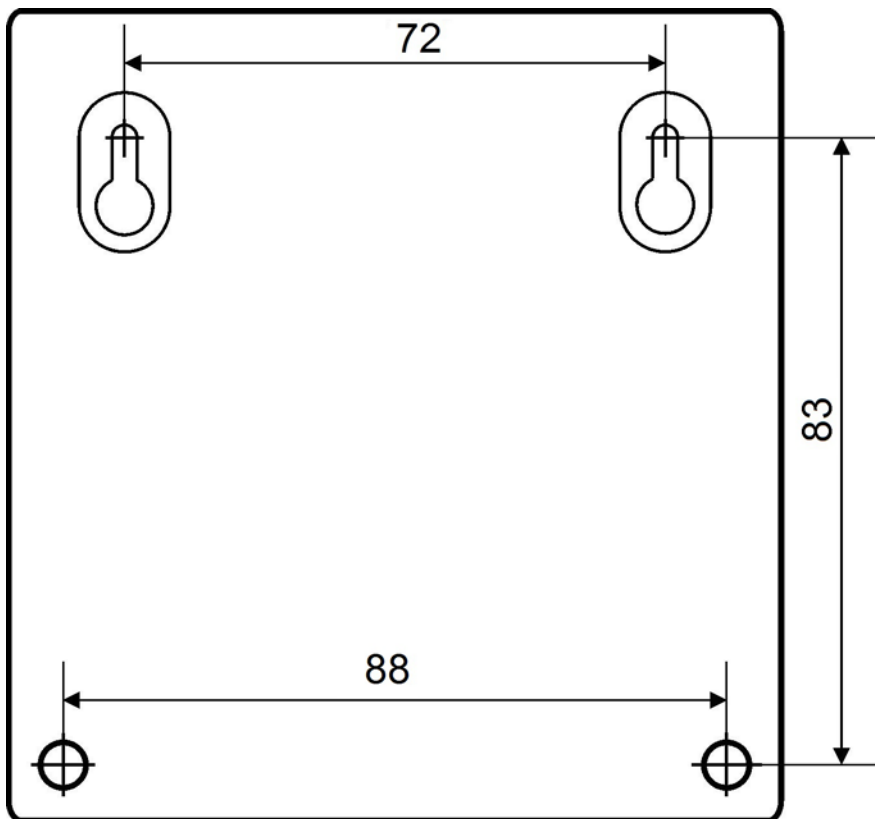

Рис.3 Шаблон для разметки
2.2.2.1 БЗС можно закрепить вертикальной поверхностью. Для этого нужно убедиться, что поверхность, на которую устанавливается БЗС, прочная, ровная, чистая и сухая. Приложить к стене шаблон для монтажа (рис. 3). Просверлить 3 отверстия: два верхних и одно нижнее. Установить в отверстия дюбеля и вкрутить в 2 верхних отверстия шурупы из комплекта поставки так, чтобы расстояние между головкой